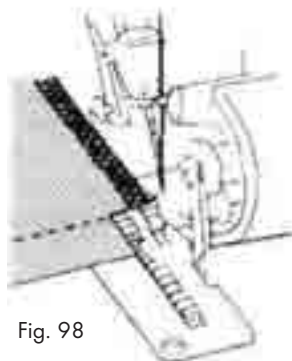

Fig. 98
3. Levez l'aiguille et le pied-de-biche ②.
4. Tirez le tissu à coudre vers l'arrière jusqu'à libérer le fil tenu par le doigt de la plaque d'appui ⑬. (Pour une reconnaissance plus aisée, le pied-de-biche ② n'est pas représenté sur l'image ci-contre - Fig. 98).